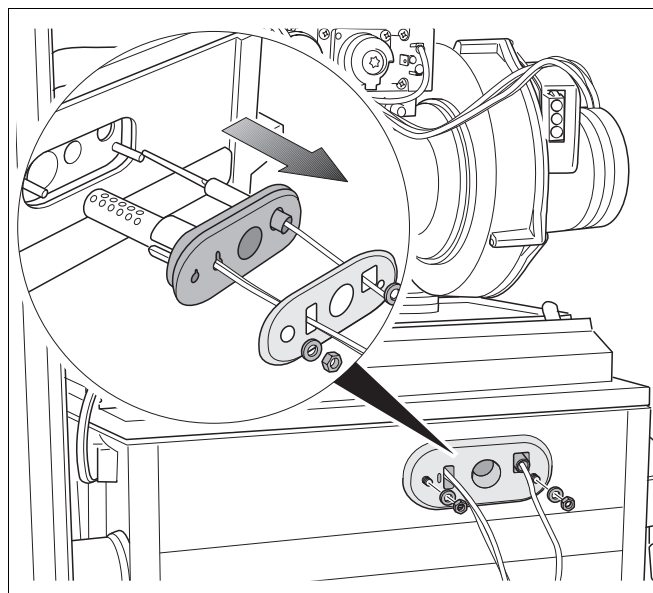

Рис. 109 Демонтаж ионизационного электрода и накалимого зажигагеля
- Отвинтить 2 гайки (рис. 109).